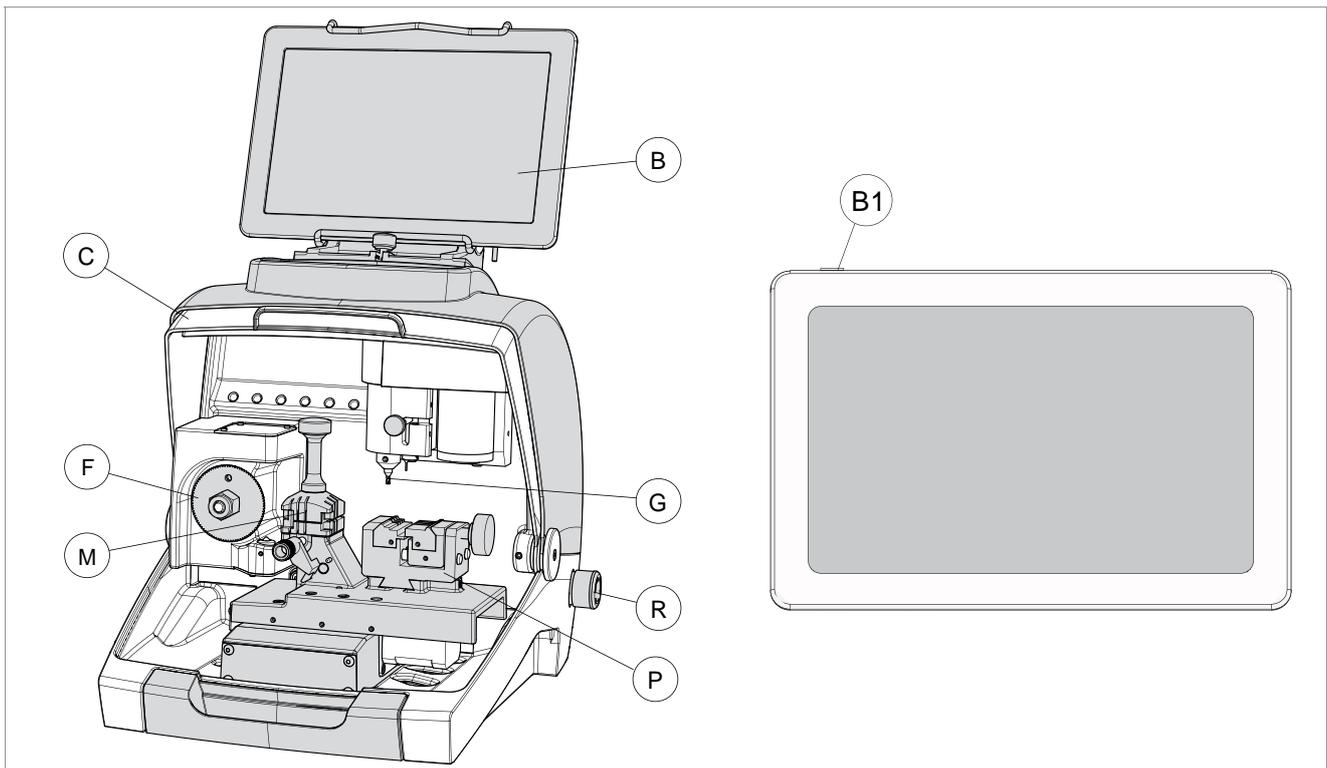

Fig. 22
- 2) Ligar o tablet por meio do botão próprio (B1) (Fig. 22), mantendo-o premido durante alguns segundos.